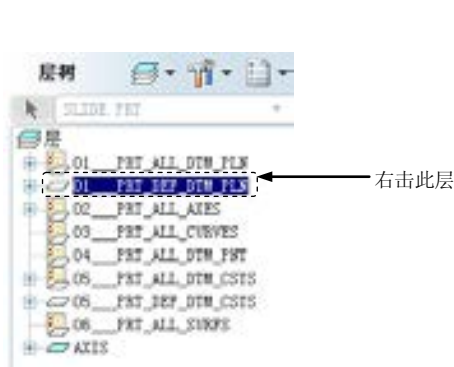
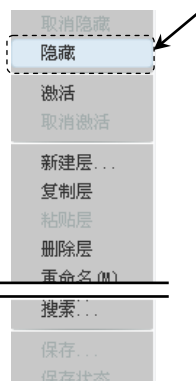

图 5.7.10 模型的层树
图 5.7.11 快捷菜单
Step1. 在图 5.7.10 所示的模型的层树中，选取要设置显示状态的层，右击，系统弹出图 5.7.11 所示的快捷菜单，在该菜单中选择 **隐藏** 命令。